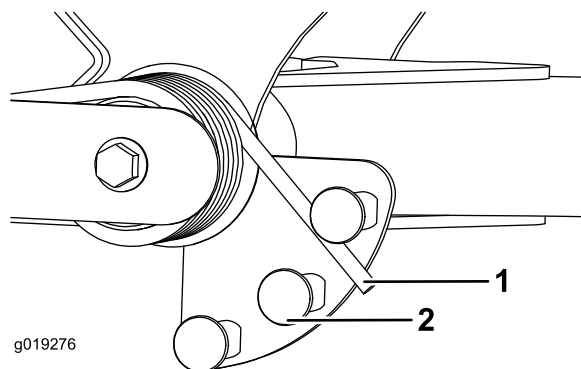

Figura 53
2. Inserite un tubo o un oggetto simile sull'estremità della molla lunga e giratelo attorno all'attuttore della molla nella posizione desiderata (Figura 53).